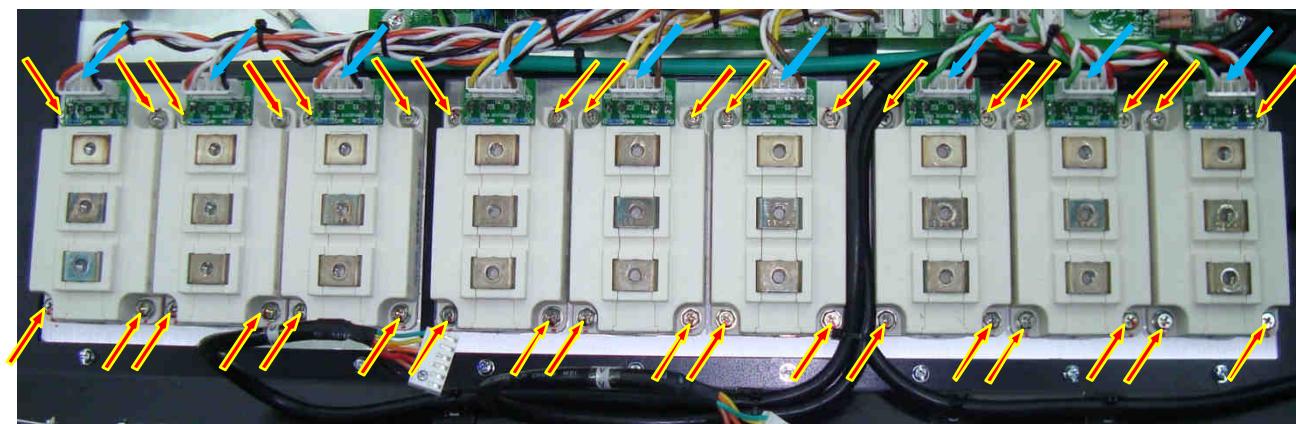

Рис. 6.34.
6.18.3. Отсоединить от выходных модулей IGBT разъемы жгутов управления (рис. 6.34, синие стрелки), выкрутить 36 винтов крепления модулей IGBT к радиатору (рис. 6.34, красные стрелки). Демонтировать модули IGBT. Демонтированные модули IGBT и винты положить в тару.